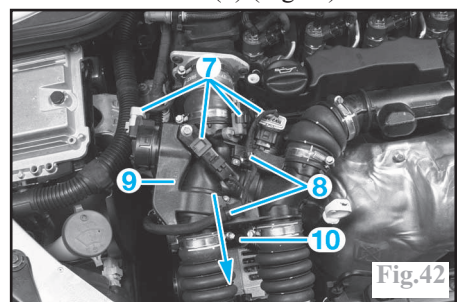

Fig.42
- la conduite d'entrée d'air du moteur (2).
- l'ensemble résonateur (3), manchon (4).
- les manchons (5) et (6).
- les 4 connecteurs (7) (Fig.42).